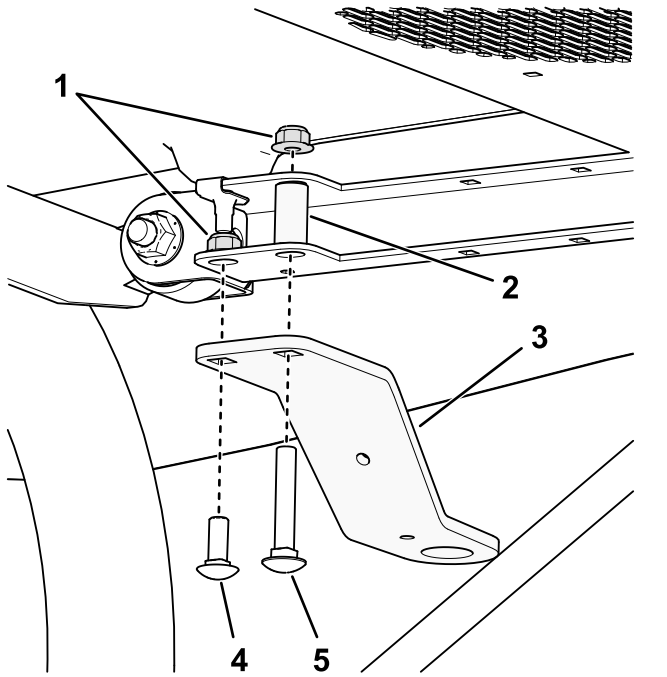

Figura 7
1. Instale o suporte de montagem do farol na máquina como se mostra na Figura 7.